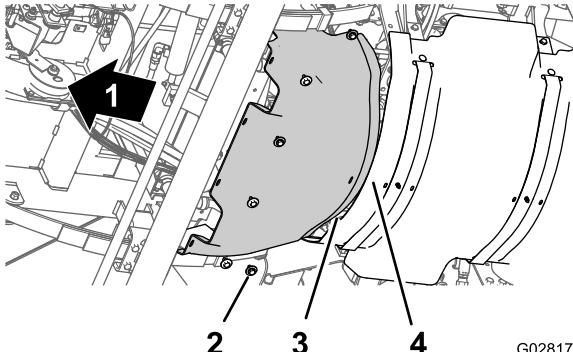

Рисунок 61
1. Расположите задний фланец переднего теплоизолирующего экрана над передним фланцем заднего теплоизолирующего экрана, выровняв их по краям (Рисунок 61).
2. Совместите отверстия в переднем теплоизолирующем экране с резьбовыми отверстиями в шасси (Рисунок 61).
3. Установите передний теплоизолирующий экран на машину с помощью 6 болтов с шестигранными головками и 6 шайб (Рисунок 61), снятых на этапе 3 раздела Демонтаж переднего теплоизолирующего экрана \(страница 60\).